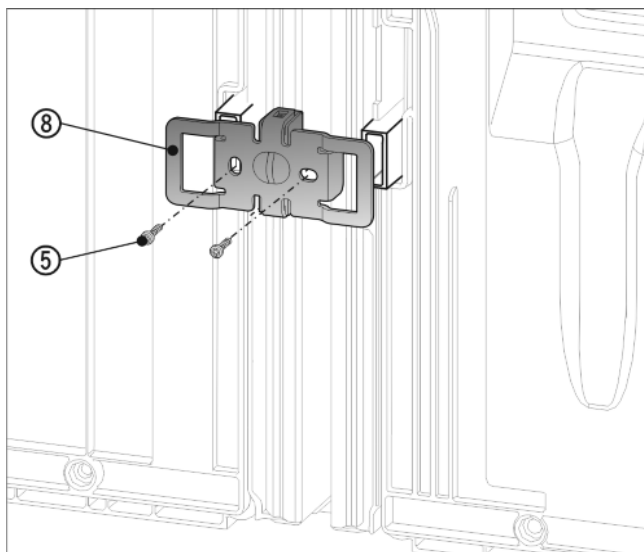

Fig. 12
- ▶ Úhelník Fig. 12 (8) znovu zasuňte vybráním přes úchyt pro vymezo-vač odstupů od stěny.
- ▶ Přišroubujte pomocí 2 šroubů Fig. 12 (5).